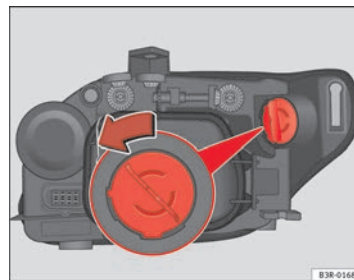

Fig. 207 Lampada luce indicatore di direzione
- Ruotare il portalampada in senso antiorario afferrandolo per l'impugnatura ⇒ fig. 207 ed estrarlo insieme alla lampadina.